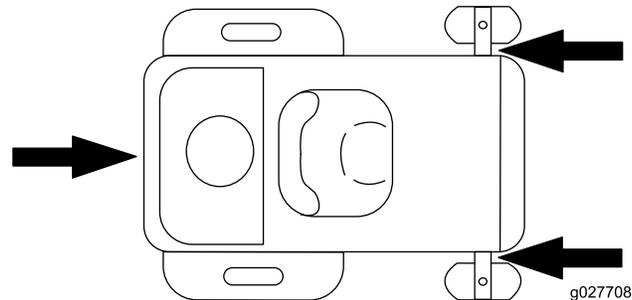

Figura 36
5. Amarre la máquina junto a las ruedas giratorias delanteras y el guardabarros trasero (Figura 36).